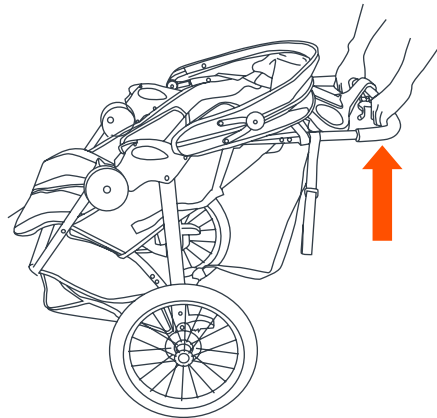

Fig. 19b
- Tirer vers haut sur la poignée de la poussette avec les deux mains jusqu'à ce que le cadre est redressé et verrouillé en position ouvert (Fig. 19b). La Poussette a des verrous à ressort des deux côtés de l'armature. S'assurer que les deux verrous sont entièrement engagés avant de placer votre enfant dans la poussette.